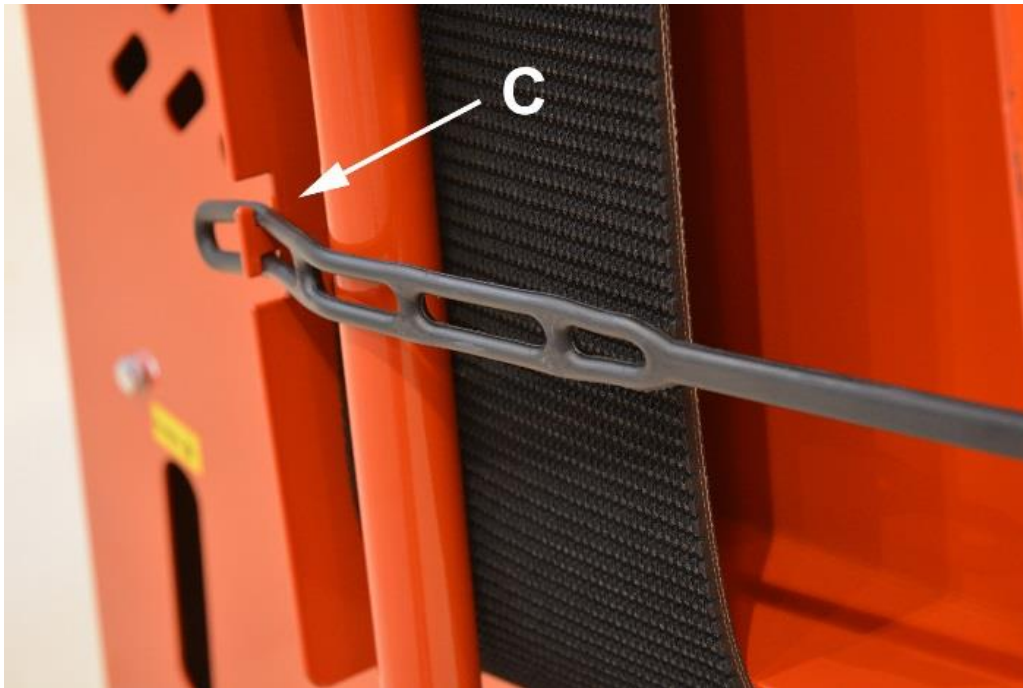
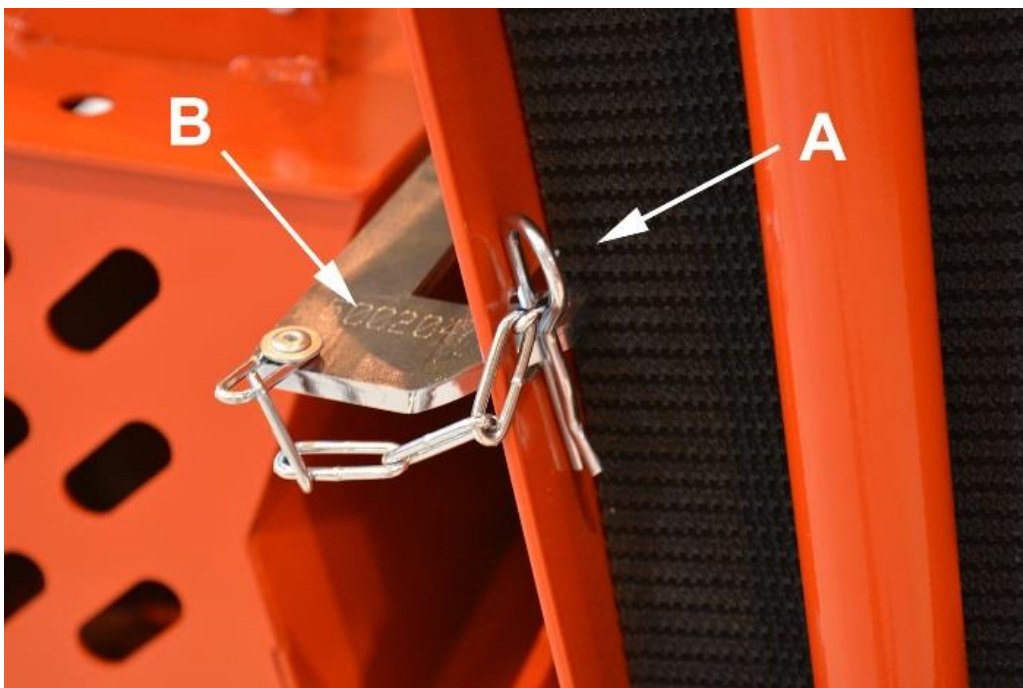

Bild 2.
Bild 3.
2. Ta bort den ena ändan av hållare C från sitt fästöron (bild 2).
3. Frigör låset genom att avlägsna sprint A på bild 3 och genom att vända låsspärr B på bild 3 ur sitt spår.
När du ställer inmatningstransportören i transportläge, lyft upp transportören till det övre läget, vänd låsspärr B på bild 3 in i sitt spår och ställ sprint A på bild 3 på plats, såsom visas på bild 3. Bind fast stödbenet med hållare C, som på bild 2.